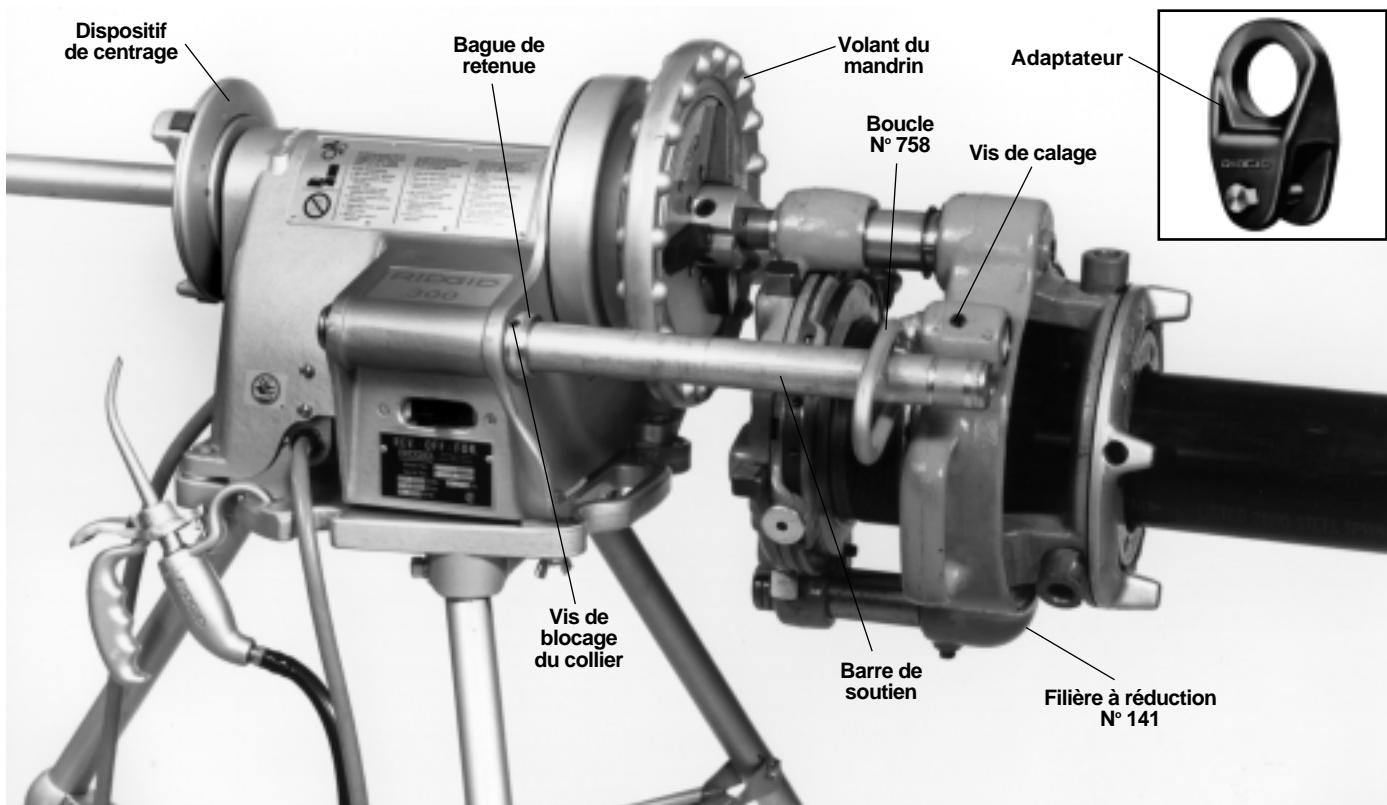

Figure 15 – Filière à réduction N° 141 raccordée directement au moteur d'entraînement
3. Deux hommes soulèvent la filière et introduisent la barre d'entraînement dans le mandrin du moteur d'entraînement (Figures 15 ou 16). Serrer les mors du mandrin du moteur d'entraînement dans les trois cannelures en "V" en tête de la barre d'entraînement.
5. **Filières N° 141** (Figure 15) – Retirez la barre de soutien du côté interrupteur et bloquez le collier contre le corps du moteur d'entraînement à l'aide des vis de calage.
6. **Filières N° 141 (Figure 15)** – Enfilez la boucle N° 758 par dessus la barre de soutien et bloquez-la contre la boucle du carter d'engrenages à l'aide de la vis de calage.
**NOTA!** Remplacez la boucle N° 758 par l'adaptateur N° E-3675 (Figure 15) sur les filières 4P dont le carter d'engrenages n'est pas équipé de support de boucle.